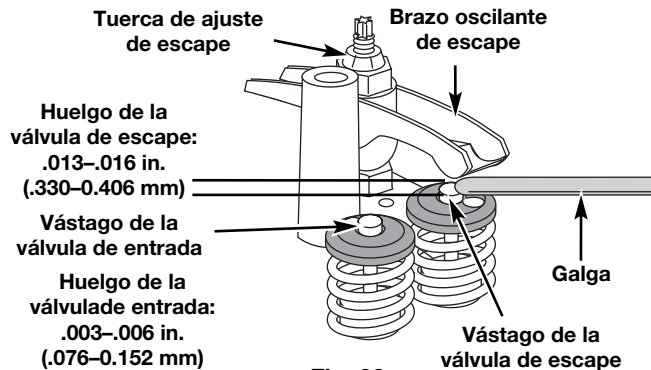

Fig. 38
El hueco recomendado para las válvulas de entrada es .003 – .006 pulgadas (.076 – 0.152 mm). El hueco recomendado para las válvulas de escape es .013 – .016 pulgadas (.330 – 0.406 mm). Use una galga regular de automóvil de .005 y .015 pulgadas (0.127 y 0.381 mm). La galga debe deslizarse entre el brazo oscilante y el vástago de la válvula con una ligera cantidad de resistencia, sin doblarse (Fig. 38).
- a. Gire la tuerca de ajuste con una llave de 5/16 pulgadas (8 mm) o una guía de tuercas (Fig. 38).